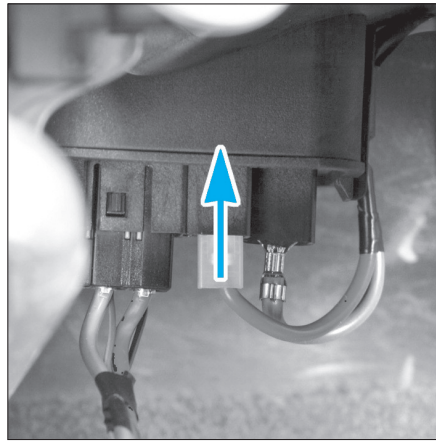

FIG. 14
- la résistance additionnelle (Fig.14),